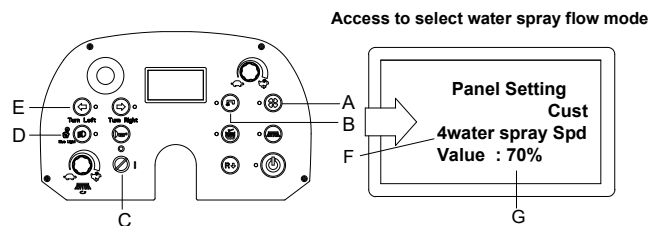

Abb. 15
1. Drücken Sie die „Saugtaste“ (A, Abb. 15) und die „Pumpentaste“ (B, Abb. 15) gleichzeitig.
2. Stecken Sie den Zündschlüssel (C, Abb. 15) ein und schalten Sie ihn auf „I“.
3. Einige Sekunden später wechselt das System in den Benutzereinstellungsmodus (Abb. 15).
4. Lassen Sie sowohl die „Saugtaste“ (A, Abb. 15) wie die „Pumpentaste“ (B, Abb. 15) los.
5. Drücken Sie die „Taste links abbiegen“ (E, Abb. 15), um den Punkt 4 „4Water Spray Spd“ (Sprühgeschwindigkeit Wasser) (F, Abb. 15) auszuwählen.
6. Drücken Sie die „Saugtaste“ (A, Abb. 15) oder die „Pumpentaste“ (B, Abb. 15), um den Wert der Wassersprühgeschwindigkeit auszuwählen (50 %, 60 %, 70 %...) (G, Abb. 15).
7. Drücken Sie die Scheinwerfertaste (D, Abb. 15), ungefähr 1 Sekunde später zeigt der Bildschirm „Update OK“ (Aktualisieren OK) an, was bedeutet, dass der Wassersprühstrom eingestellt ist. Starten Sie die Maschine anschließend erneut. (C, Abb. 7).